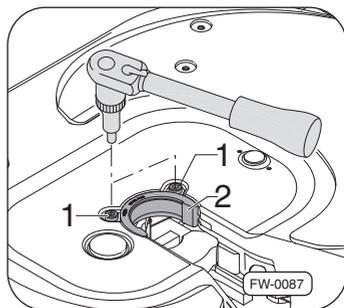

Рис. 28 · Замена защитного кольца
1. Выверните винты (2x) ⇒рис. 28, –поз. 1– и утилизируйте их.